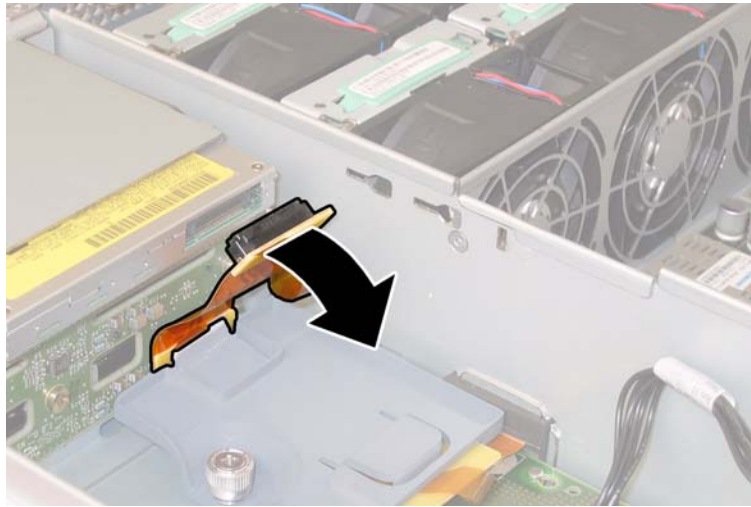

ABBILDUNG 4-14 Ziehen des Flex-Kabelsteckers am DVD-ROM-Laufwerk
7. Ziehen Sie den Flex-Kabelstecker auf der Rückseite des DVD-ROM-Laufwerks. Siehe ABBILDUNG 4-14.